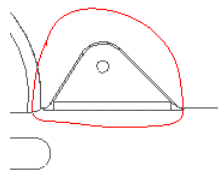

图 10.4.33 放大图的轮廓线
Step3. 绘制放大视图的轮廓线。在系统 **草绘样条，不相交其它样条，来定义一轮廓线。** 的提示下，绘制图 10.4.33 所示的样条线以定义放大视图的轮廓，当绘制到封合时，单击鼠标中键结束绘制（在绘制边界线前，不要选择样条线的绘制命令，而是直接单击进行绘制）。